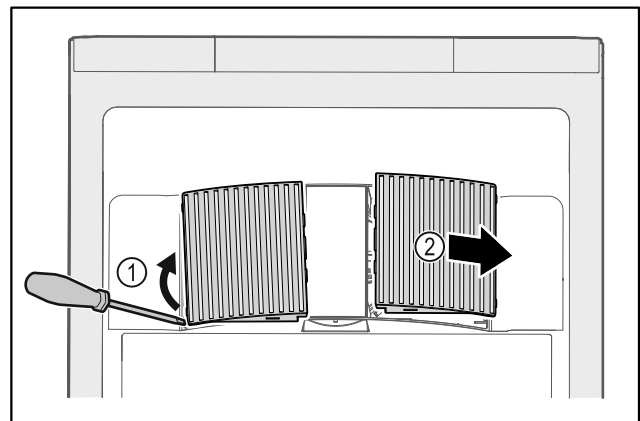

Fig. 176
- ▶ Ventilatorabdeckungen vorsichtig von der Seite heraushebeln Fig. 176 (1) und nach vorne abnehmen Fig. 176 (2).